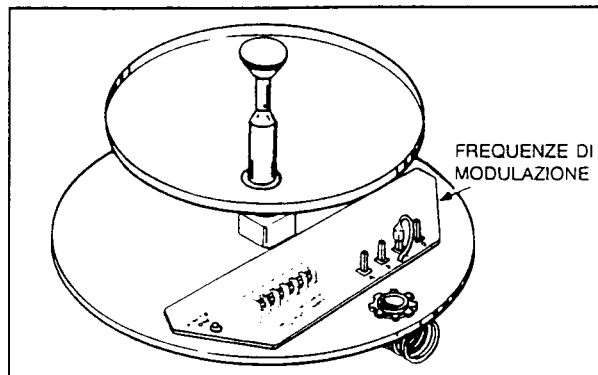

Fig. 22
3. Controllare il funzionamento del Trasmettitore assicurandosi che il LED sul circuito stampato sia ACCESO (Fig. 22).